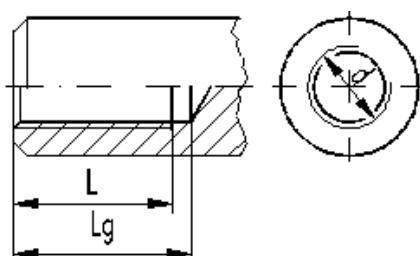

fig. 4
- Atunci când diametrul nominal al unui filet interior se înscrive pe vedere frontală, linia continuă groasă a cercului de vârf se întrerupe în dreptul săgeților liniei de cotă, aşa cum se arată în fig. 4.
- În cazul găurilor infundate și filetate, pe lângă lungimea utilă a filetului se cotează și lungimea găurii ( $L_g$  în fig. 4).